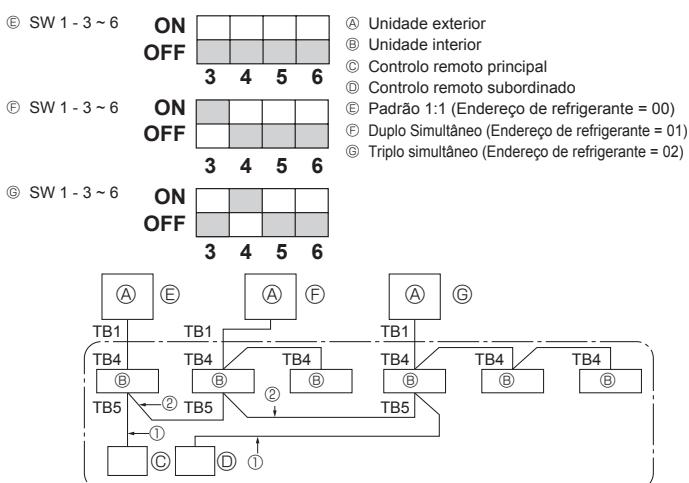

Fig. 9-1
- ① Ligue a fonte de alimentação (disjuntor).
- ② Depois de a válvula de retenção de gás ter fechado, ligue (posição ON) o interruptor SWP no painel de controlo da unidade exterior. O compressor (unidade exterior) e os ventiladores (unidades interiores e exteriores) começam a funcionar e a operação de recuperação de refrigerante tem início. O LED1 e o LED2 no painel de controlo da unidade exterior acendem.
③ Uma vez que a unidade pára automaticamente cerca de dois ou três minutos após a operação de recuperação de refrigerante (o LED1 e o LED2 acendem), certifique-se de que fecha imediatamente a válvula de retenção de gás. Se o LED1 e o LED2 estiverem acesos e a unidade exterior estiver parada, abra completamente a válvula de retenção de líquido e, de seguida, repita o passo ② passados três minutos.
- ④ Interrompa o fornecimento de corrente (disjuntor).
9. Controlo do sistema (Fig. 9-1)